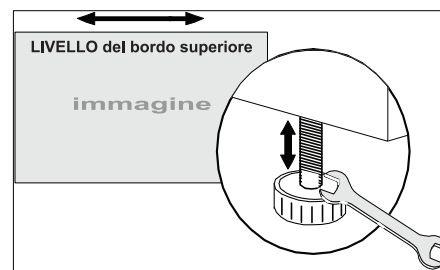

Figura 2-32 Livellamento del bordo SUPERIORE
4. **NUOVA VERIFICA DEL LIVELLAMENTO LATERALE:** con il pattern di prova ottimale sullo schermo, eseguire un doppio controllo del livellamento del proiettore (consultare la Sezione 2.3 Posizione e montaggio del proiettore) in modo che il **bordo superiore** dell'immagine sia parallelo al bordo superiore dello schermo. Vedere **Figura 2-32**.